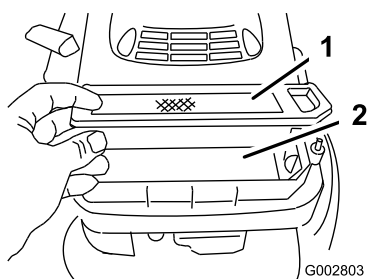

Figura 27
5. Retire e inspeccione el filtro de aire de papel (Figura 27), y deséchelo si está excesivamente sucio.
6. Retire el pre-limpiador de gomaespuma y lávelo con un detergente suave y agua, luego séquelo apretando suavemente con un paño (Figura 27).